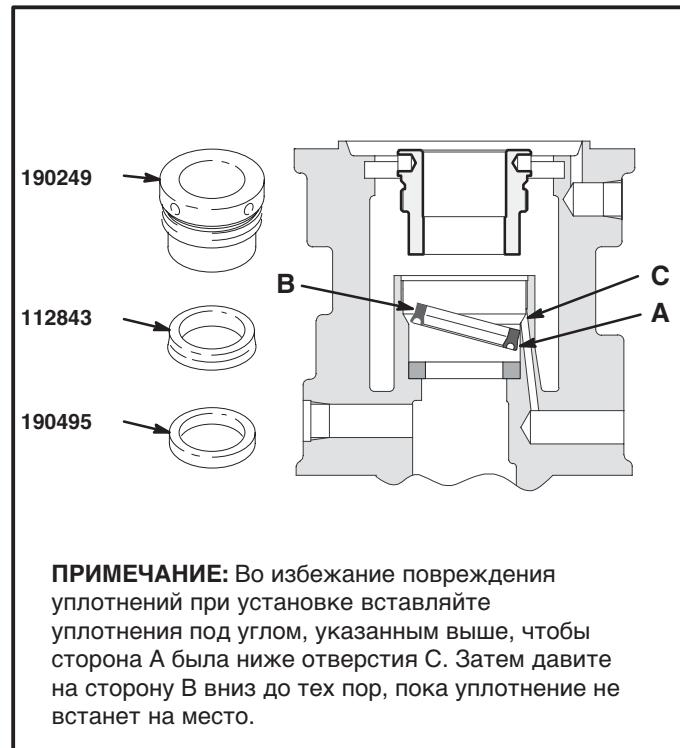

Рис. 4
**ПРИМЕЧАНИЕ:** См. Рис. 4 на стр. 12 и Чертёж деталей на стр. 14.
1. Зажмите насос в тиски и открутите поршневой цилиндр (СС) от основания пневматического двигателя (J). Отодвните поршневой цилиндр от пневматического двигателя, чтобы было видно шплинт (DD), фиксирующий соединительный шток поршневого насоса к штоку поршня пневматического двигателя (FF). См. Рис. 4.
2. Снимите шплинт (DD) и открутите соединительный шток насоса (ЕЕ) от штока поршня пневматического двигателя (FF). См. Рис. 4. Снимите цилиндр (G) с основания пневматического двигателя (J), как описано в **Разборка** на стр. 8.
3. Снимите жалюзийную решётку для выпуска воздуха (ВВ) и при помощи гаечного ключа или стержня диаметром 0,22 дюйма (5,6 мм) открутите гайку уплотнения горловины (НН). См. Рис. 4. Снимите шайбу и уплотнение с основания и гайки уплотнения. Почистите участок основания и гайки уплотнения, где находилось уплотнение горловины. Очистите и осмотрите все детали; при необходимости замените.
При повторной установке шплинта (DD) **всегда** расплющивайте палец (головную и хвостовую часть) вокруг штока; общий диаметр расплющивания – до 1 дюйма (25 мм). См. Деталь А на Рис. 4.
См. Рис. 4 на стр. 12 и **Чертёж деталей** на стр. 16.
1. Зажмите насос в тиски и открутите поршневой цилиндр (СС) от основания пневматического двигателя (J). Отодвиньте поршневой цилиндр от пневматического двигателя, чтобы было видно шплинт (DD), фиксирующий соединительный шток поршневого насоса к штоку поршня пневматического двигателя (FF). См. Рис. 4.
2. Снимите шплинт (DD) и открутите соединительный шток насоса (EE) от штока поршня пневматического двигателя (FF). См. Рис. 4. Снимите цилиндр (G) с основания пневматического двигателя (J), как описано в **Разборка** на стр. 8.
3. Снимите одну жалюзийную решётку для выпуска воздуха (ВВ) и при помощи гаечного ключа или стержня диаметром 5,6 мм (0,22 дюйма) открутите гайку уплотнения горловины (НН). См. Рис. 4.
9. Вставьте шайбу и уплотнение обратно в основание и гайку уплотнения (45†). Вкрутите гайку уплотнения в основания и плотно затяните. Осторожно переместите шток поршня (FF) вниз через уплотнение горловины и опустите поршень, вставив его в основание. Повторно установите решётку (ВВ) и цилиндр (G). Повторно соедините двигатель с поршневым насосом.
10. Затяните переходник на выходе (42), используя крутящий момент 61 - 75 Нм.